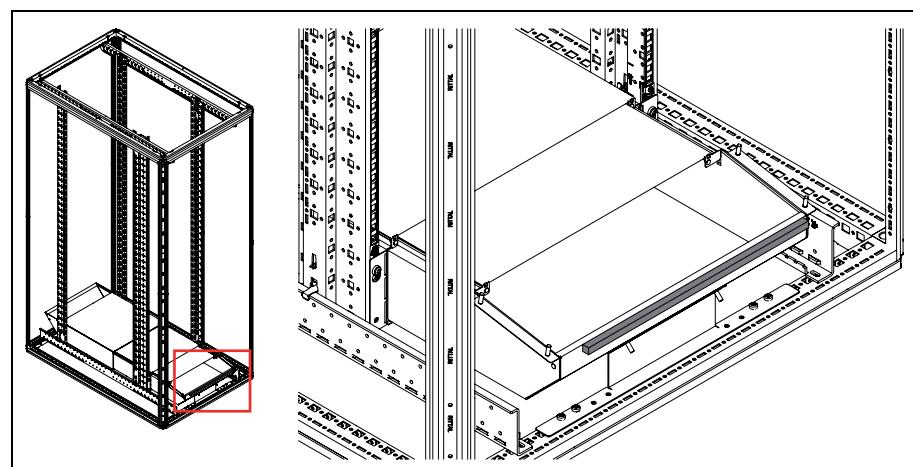

Abb. 20: Anbringen Dichtungsstreifen an hinterer Wanne des Luftkanals
- Befestigen Sie den Dichtungsstreifen (B10 x H10 x L372 mm) mittig an der hinteren Wanne des Luftkanal-Horizontalteils (Abb. 20).